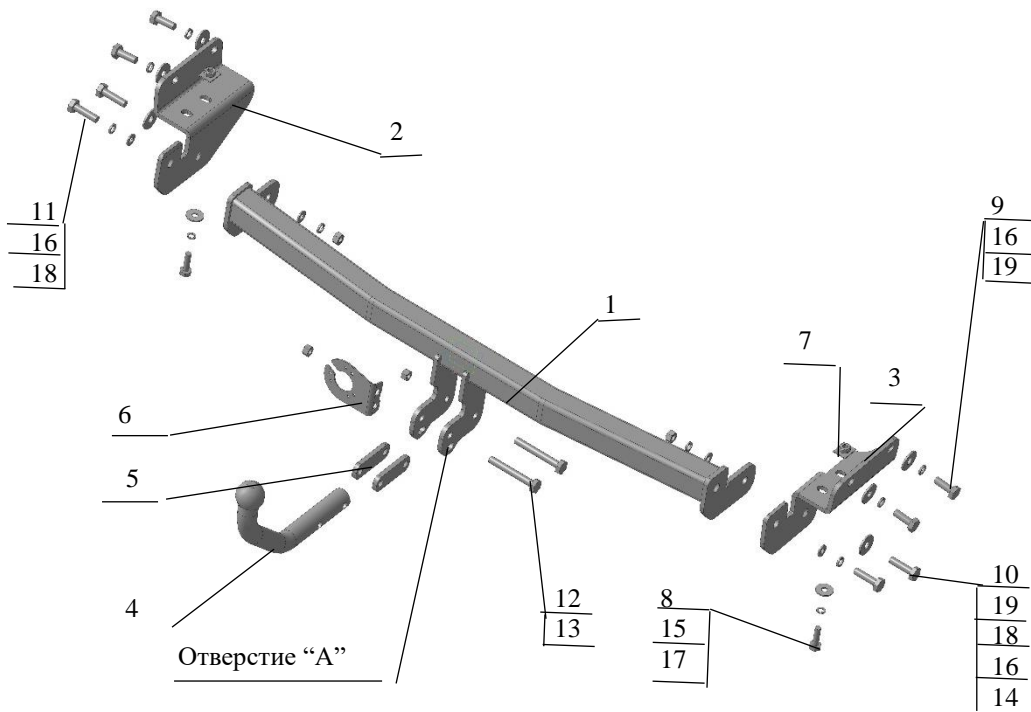

Рис.1 Тягово-сцепное устройство 7243.
2.1 ТСУ 7243 в сборе (рис.1)	1 шт.
2.2 Пакет с комплектующими (см. рис.1) Защитный колпак	1 шт. 1 шт.
4.3 Закрепить левый и правый боковые съемные кронштейны (соответственно рис.1) к боковым внешним полкам лонжеронов (используя гайки приварные штатные) и к нижним полкам- вставив в лонжероны пластины с гайкой М10. Крепеж не затягивать.
4.4 Установить балку ТСУ, закрепив ее к боковым кронштейнам (соответственно рис.1). Крепеж не затягивать.